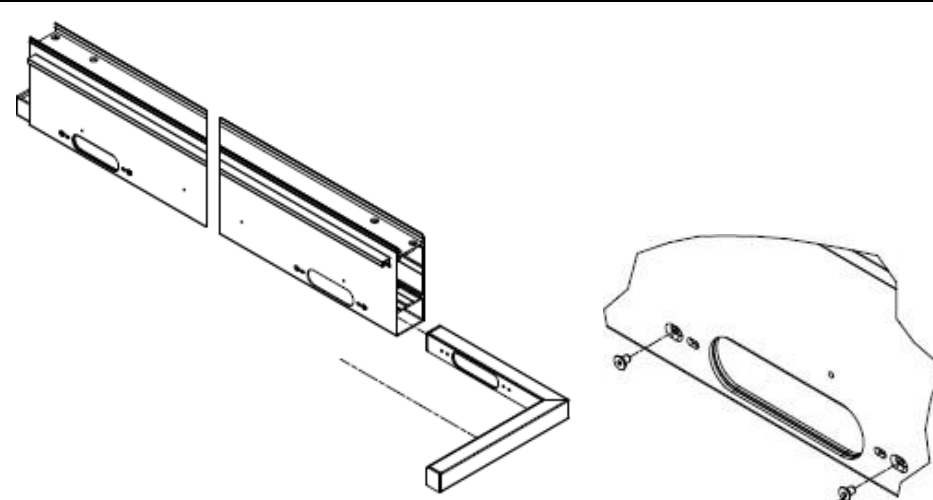

Abbildung 19
2. Vermeiden Sie beim Einschieben ein Abstreifen der Dichtungsschicht und bringen Sie das EPDM erst nach dem Ausrichten der Konturen der Aussparung an der Wand des Trägers an. Mit 2 Kegelschrauben M5x8 (in den äußeren Öffnungen der Bohnen mit Vertiefungen) festziehen (Abb. 19).
Balken. Mit 2 Konusschrauben M5x8 (in den äußeren Langlöchern mit Vertiefungen) festziehen (Abb. 19).
17. Beim Einschieben vermeiden Sie ein Verrutschen der Dichtungsschicht und bringen Sie das EPDM erst nach dem Ausrichten der Konturen der Bohnen an der Wand des Trägers an. Befestigen Sie den Überlauf mit 2 konischen Schrauben M5x8 (in den äußeren Bohnenlöchern mit Vertiefungen) (Abb. 19 rechts).